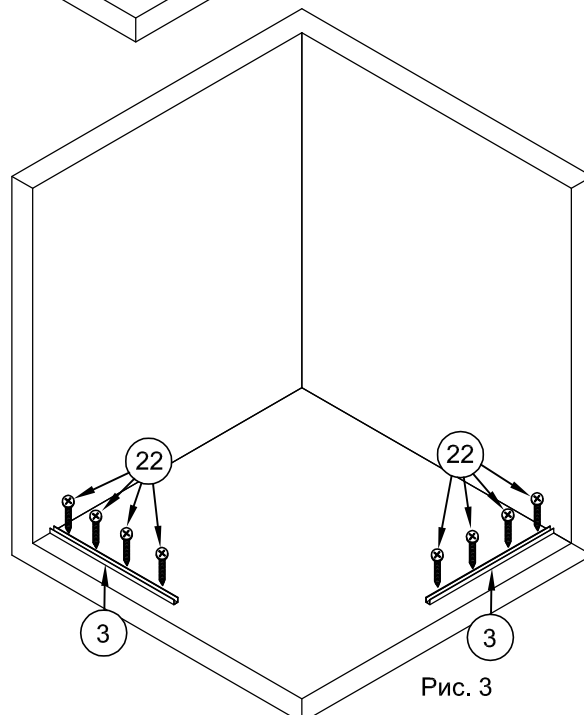

Рис. 3
1.5. Установить профили №3 на соответствующие места пола. Вставить в отверстия шурупы №22 и вкрутить их отверткой, закрепив профили в положенных местах на полу (рис.3).